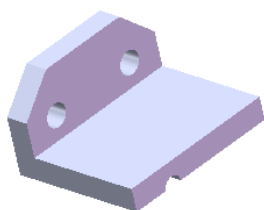

图 4.11.1 选取模型
Step3. 选择项目。在图形区选取图 4.11.1 所示的模型。